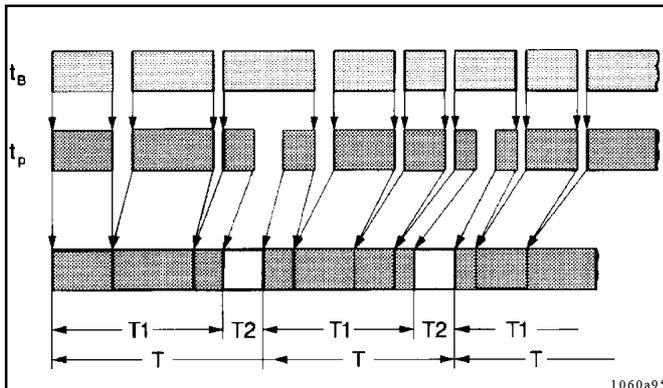

Abb. 8 - Zeitablaufdiagramm
- Die Steuerplatine ist im Behälteraufsatz integriert. Sie steuert automatisch den Ablauf von Pausen- und Arbeitszeit der Zentralschmierpumpe MLP 36, in Abhängigkeit der Fahrzeug -oder Maschinenbetriebsstunden tB (Abb. 8)
- Bereits abgelaufene Pausenzeiten werden beim Ausschalten des Fahrtschalters bzw. Maschinenkontaktes gespeichert und aufaddiert (siehe T1, Abb. 8). Dies geschieht solange, bis die, an dem DIP - Schalter (Abb. 10) eingestellte Zeit, erreicht ist.
- Ein Schmierzyklus besteht aus einer Pausen- und einer Arbeitszeit. Nach Ablauf der Pausenzeit beginnt die Arbeitszeit (Normalfall). Der Schmierzyklus wiederholt sich ständig, wenn das Fahrzeug oder die Maschine in Betrieb genommen worden ist, siehe Abb. 8.